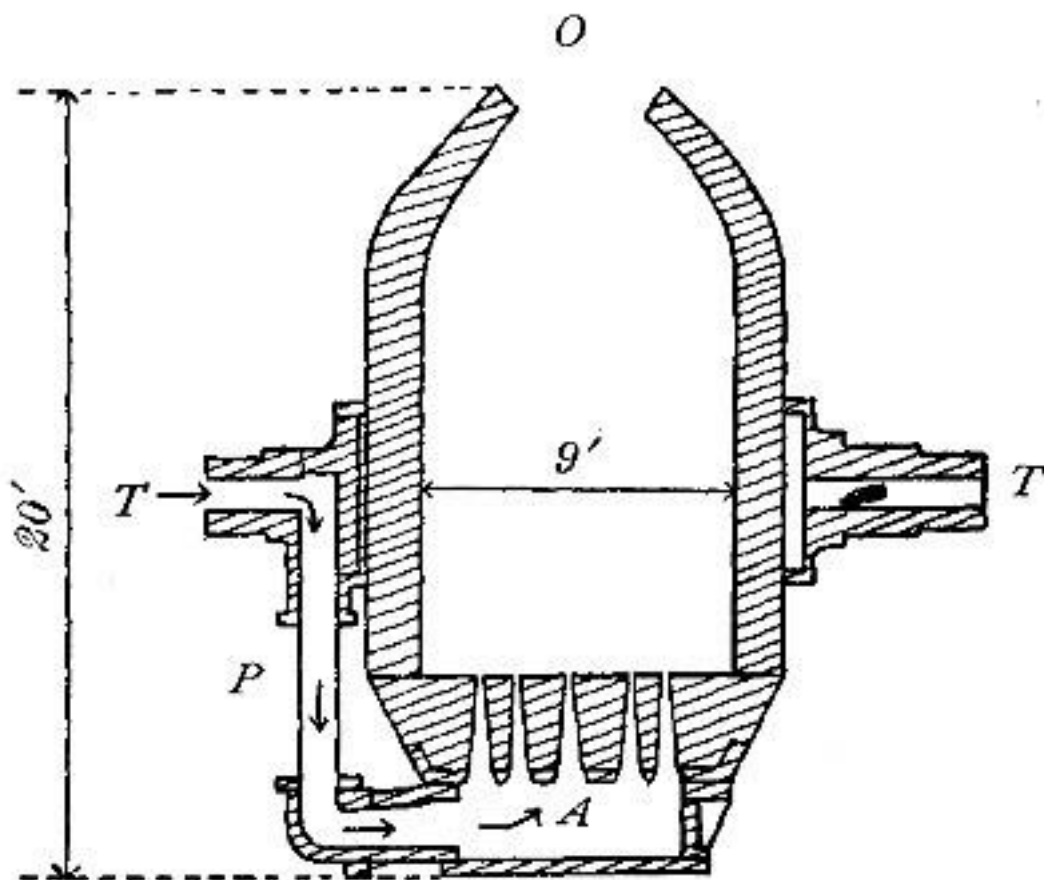

Рис. 87
1. *Бессемеровский процесс.* Этот процесс, изобретенный около 1860 года, безусловно, самый важный. Это осуществляется в больших тиглях яйцевидной формы, называемых конвертерами (рис. 87), каждый из которых вмещает до 15 тонн стали. Конвертер изготовлен из стали и облицован кремнеземом. Он установлен на цапфах *T*, так что его можно переворачивать на бок для наполнения и опорожнения. Одна из цапф полая, и труба *P* соединяет ее с воздушной камерой *A*, которая образует ложное дно конвертера. Истинное дно перфорировано, так что воздух может подаваться внутрь с помощью воздушной струи, проходящей через цапфу и воздушную камеру.